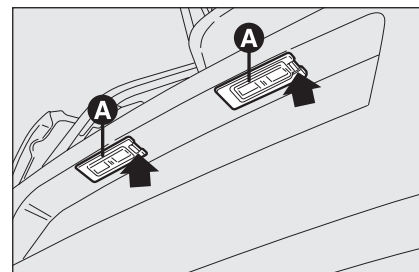

Рис. 27
- воздействуя отверткой на места, обозначенные стрелками, извлеките корпус фонаря вместе с рассеивателем **A** (рис. 27);